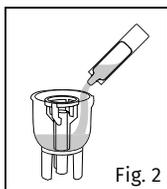

Fig. 2
4. Riempire la camera di nebulizzazione con il farmaco prescritto da un medico. (Fig. 2)